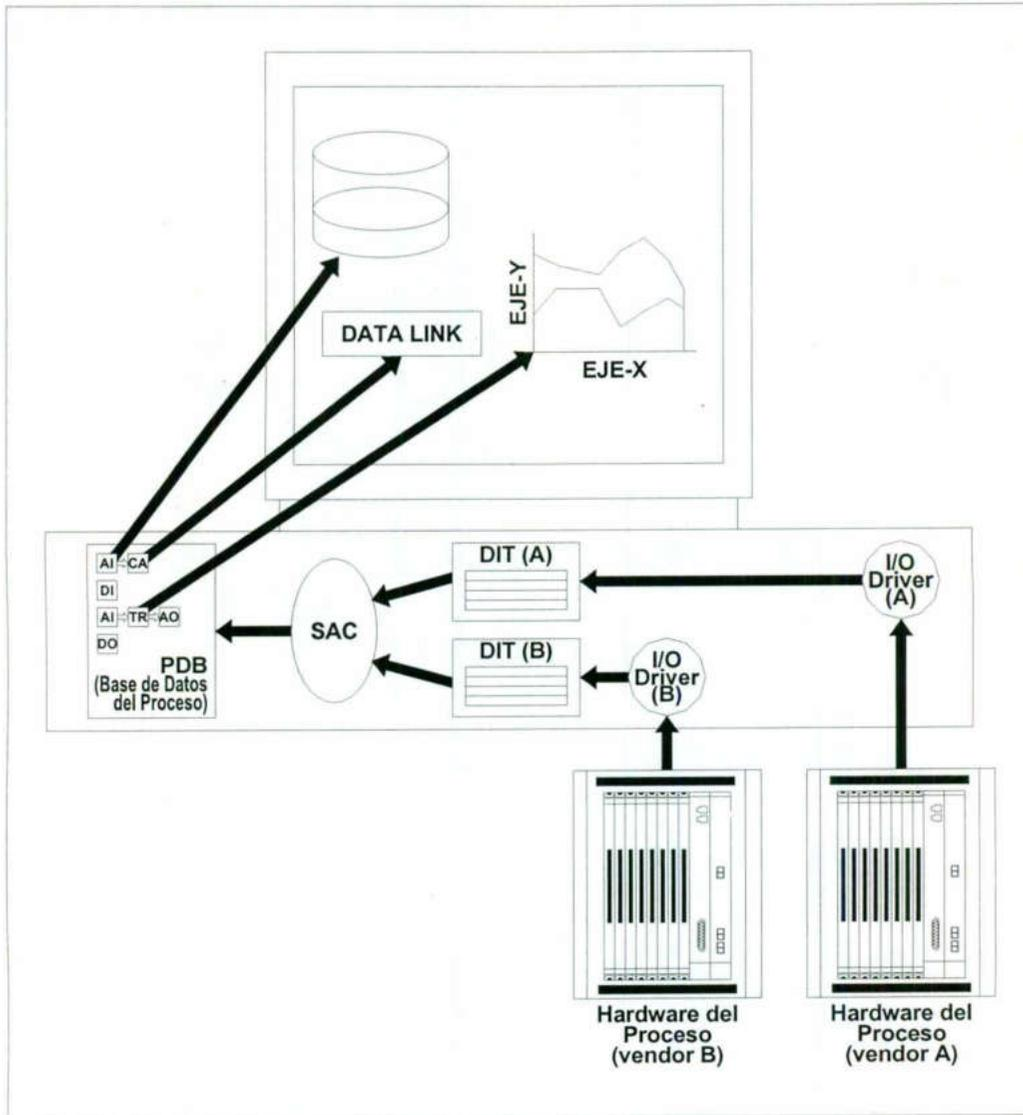

Figura 2-5: Arquitectura Básica (Pantallas Gráficas)
- Vea la figura 2-5 como ejemplo